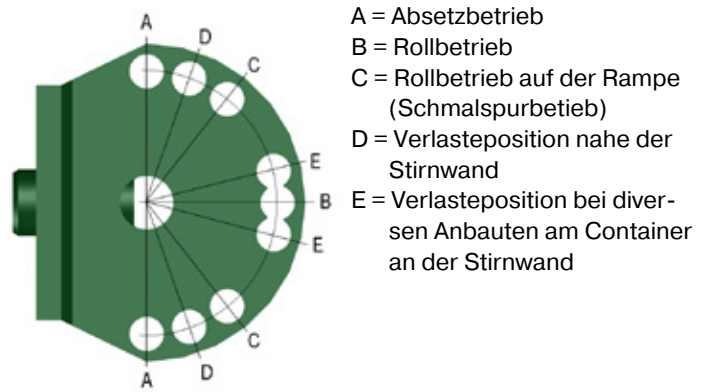

Bild 8-3
Um die erforderlichen Schwenkpositionen zu arretieren, wird der Eckholm -schwenkbar- mittels eines verliersicher angebrachten Steckbolzens (11) an einer Rasterscheibe (12 / Bild 8-3), welche sich an der Aufnahme unten (1) befindet, abgesteckt und mittels Federstecker (26) gesichert. Die unterschiedlichen Absteckpositionen sind Bild 8-3 und nebenstehender Tabelle zu entnehmen.